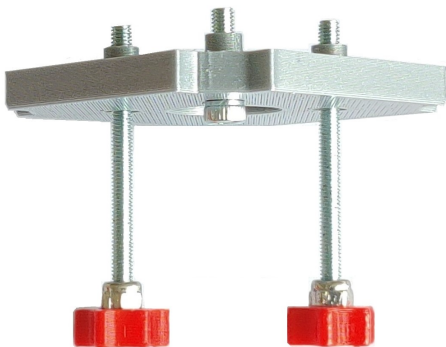

Abb. 6: Fertige Justageplatte
- (7) Schrauben Sie die **INBUS-ZYLINDERKOPFSCHRAUBE, M3x12** vollständig in den mittleren der drei Gewindeeinsätze (Abbildung 6).
- (8) Schrauben Sie die beiden **FERTIGEN STELLSCHRAUBEN** soweit in die beiden anderen Gewindeeinsätze, dass Sie auf der anderen Seite etwa soweit heraus gucken, wie die Inbusschraube (Abbildung 6).